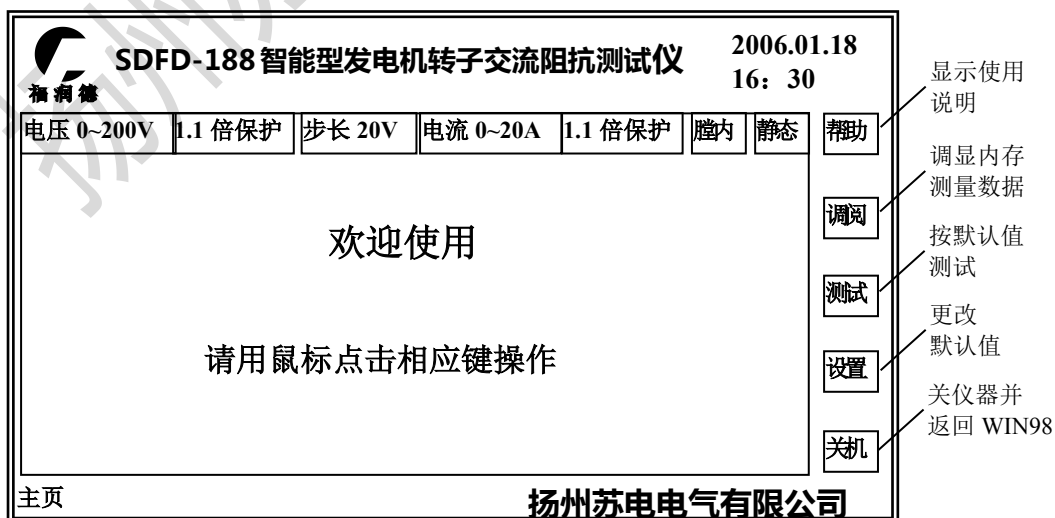
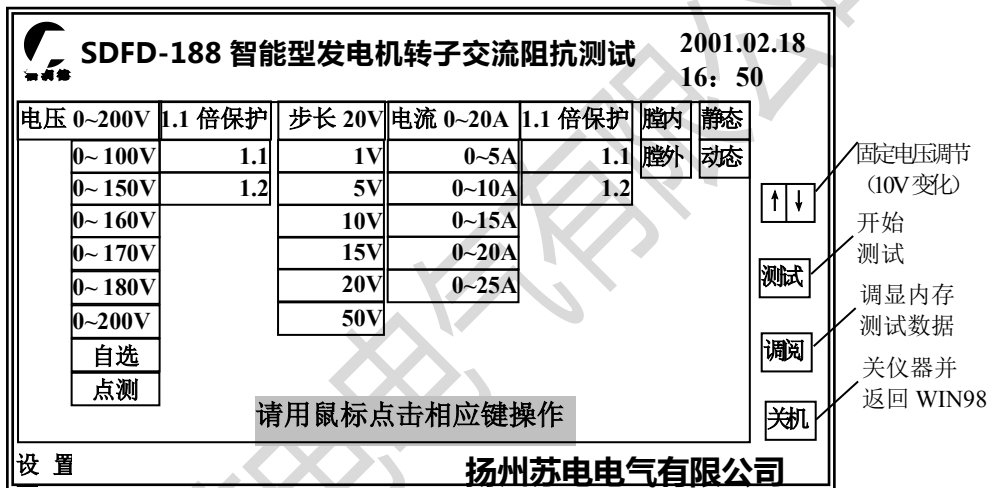
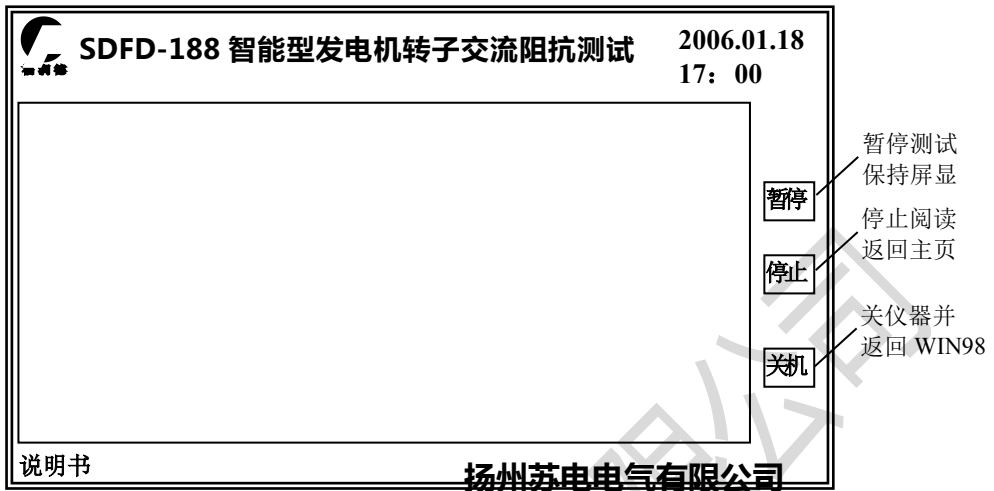

图 6. 仪器虚拟面板——主页
图 7 仪器  面板——设置页
图 11 仪器虚拟面板—使用说明书
- (1) 按上图可靠接好各种连线，笔记本电脑通过专用电缆连接测试仪基本硬件，翻开屏幕以便操作；
- (2) 闭合隔离保护器电源开关，如不需线电压测试的场合，可将 220V 电源直接接至基本硬件输入接线柱；
- (3) 闭合基本硬件电源开关，其面板上停止指示灯亮，此时仪器并无输出；
- (4) 打开笔记本电脑电源开关，笔记本电脑自动运行至 WINDOWS 界面；
- (5) 进入仪器虚拟面板：鼠标双击 **SDFD-188 快捷键**即可进入本仪器虚拟面板（主页）如图 6 所示：
(6) 设置：如要改变默认值请点击设置键，这时仪器显示设置面板如图 7 所示，设置参数提示区变色示意可以进行设置，设置参数设计为下拉式菜单用鼠标选择即可，自动确认。
(10) 查看使用说明：如在主页图 6 点击帮助仪器会自动弹出使用说明书图 11，点停止键会返回主页。
- (11) 查阅内存历史数据：如在主页图 6 或设置页图 7 选择点击调阅则仪器自动按时间顺序调出内存历史数据显示在屏幕上如图 12， 键可翻页，亦可打印、通讯、测量，停止返回进主页。
- (14) 对比分析：如在保持测试数据显示时点击对比键则仪器同屏显示测试数据（上部）和选中的历史内存数据以便对比分析如图 11 所示
(15) 固定电压、动态测试：如在设置页图 7 选择固定电压点测，开始测试后仪器显示如 15 所示，适合固定电压下不同转速时，阻抗和功率损耗的测试。